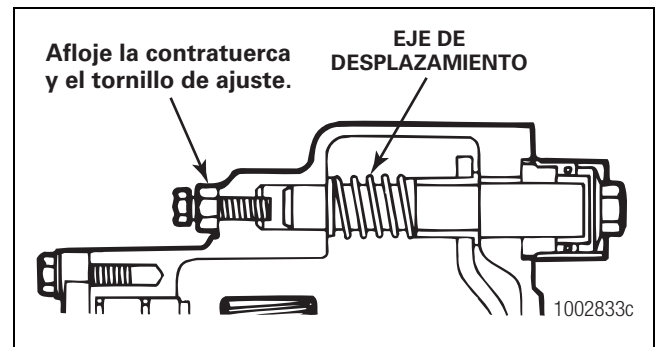

Figura 5.116
- A. Afloje la contratuerca del tornillo de ajuste. Afloje el tornillo de ajuste de manera que el tornillo no toque el eje de desplazamiento. Figura 5.116.